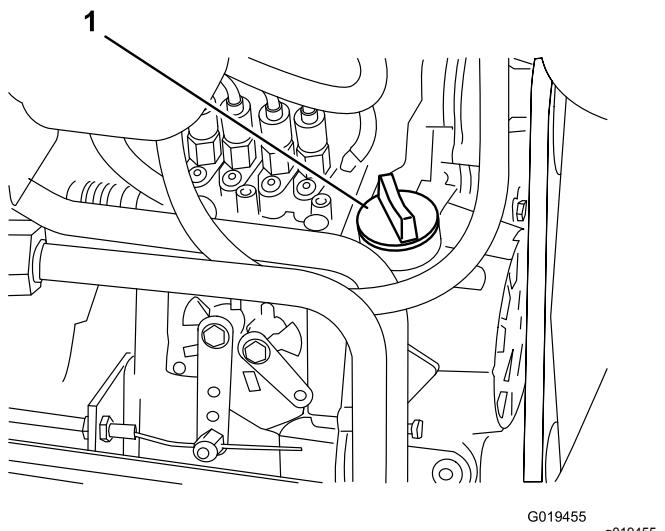

Bild 50
4. Wenn der Ölstand unter dem sicheren Bereich liegt, nehmen Sie den Fülldeckel ab (**Bild 50**) und gießen Sie genug Öl ein, um den Ölstand bis zur VOLL-Markierung anzuheben.